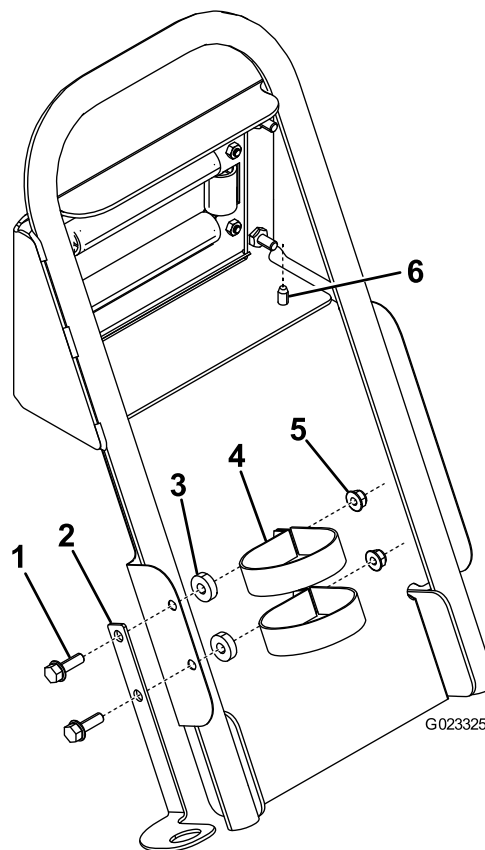

Figura 12
7. Prenda a parte superior do resguardo de lama à pega utilizando dois parafusos autorroscantes (Figura 12).
8. Coloque o suporte da pistola de pulverização ao resguardo de lama como se mostra na Figura 12.